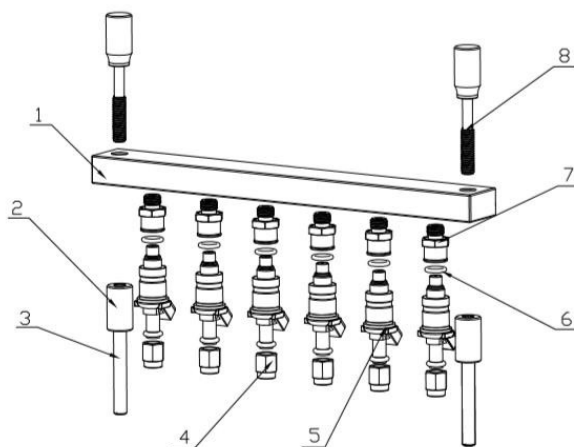

图 5.12
- 4) 根据喷油嘴高度调节螺钉，将燃油分配器与喷油嘴总成固定在上盖注油孔中，并均匀拧紧两侧压紧螺钉，见图 5.12；